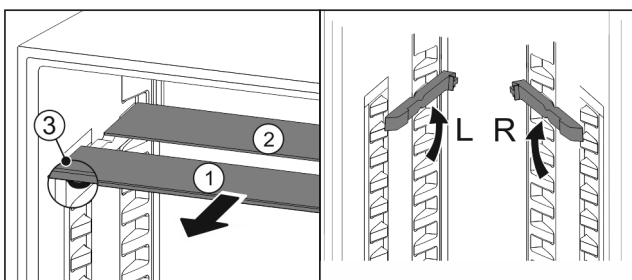

Fig. 55
- Glasplaten afzonderlijk vanaf de voorkant eruit trekken (Fig. 55 (1)).
- Glasplaat Fig. 55 (1) met sierlijst ligt voor.
- Stops Fig. 55 (3) zijn naar onder gericht.